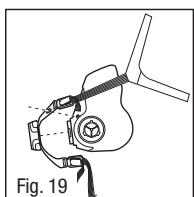

Fig. 19
1. Retire la cubierta de la válvula de la pieza facial (Fig. 19).
2. Apalancue o jale el ensamble de cubierta de la válvula del puerto de exhalación de la pieza facial (Fig. 19).